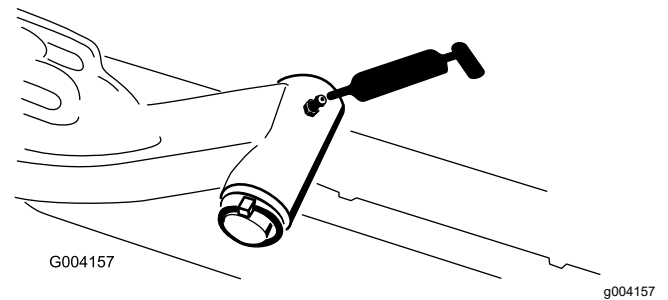

Figura 104
- Albero del perno del braccio di sollevamento (1 cad.) (Figura 104)